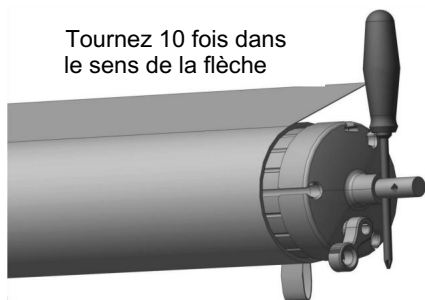

Figure E1
1. Faible enroulement du rouleau de store : Vérifiez si le ressort de torsion du rouleau libère la force. La méthode de force ascendante du ressort de spirale consiste à insérer un tournevis de 6 mm de diamètre dans le trou de l'arbre en acier à l'extrémité du rouleau, à le faire tourner 10 à 13 fois dans le sens de la force ascendante indiqué par le couvercle d'extrémité, puis à insérer la goupille de sécurité et à réinstaller le rouleau dans la tige de support. (Figure E1)